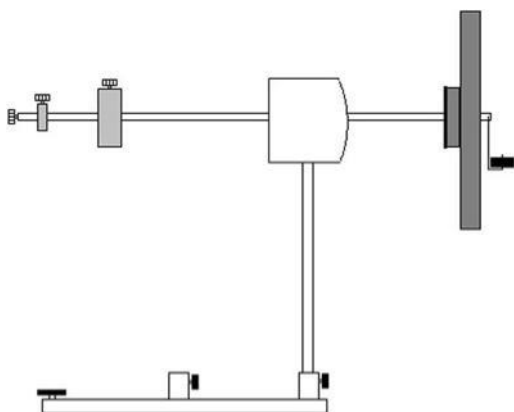

Fig. 2: Precesión
- Montar el giroscopio según la Fig. 2 y ponerlo en equilibrio.